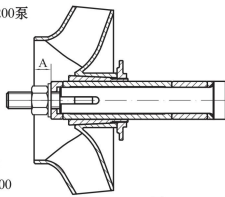

图4
- 轴上装上叶轮轴套、叶轮、拧紧叶轮螺母，保证图4尺寸A为：CDL(F)120、150为14.3，CDF(F)200为25.5。